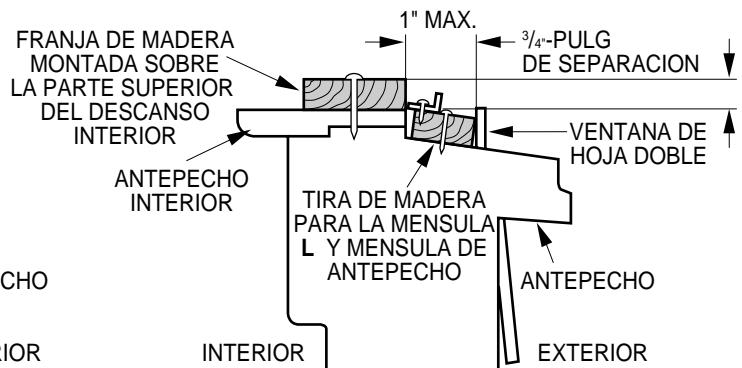

Fig. 5-2
2. Si la sobre-ventana estorba colóquese una tira de madera de 2" pulg de ancho a lo largo del descanso de la ventana por la parte que de internamente al cuarto, y en toda su extensión. La tira de madera debe ser lo suficientemente gruesa para elevar el descanso de la ventana, de tal manera que la unidad de aire acondicionado pueda ser instalada sin interferencia del marco de la sobre-ventana (storm window). Ver Fig. 5-2. La parte superior de la tira de madera debe estar aproximadamente a  $\frac{3}{4}$ " de pulg más alta que el marco de la sobre ventana, (storm window) para ayudar a que el agua de condensación de la unidad fluya hacia afuera.
3. Instale una segunda tira de madera (aproximadamente 6" pulg. de largo, 1-1/2" pulg de ancho y mismo espesor que la primera tira de madera) en el centro del descanso exterior, póngala contra la parte posterior del descanso interior. Esto elevará la mensula L como en la Fig. 5-2.